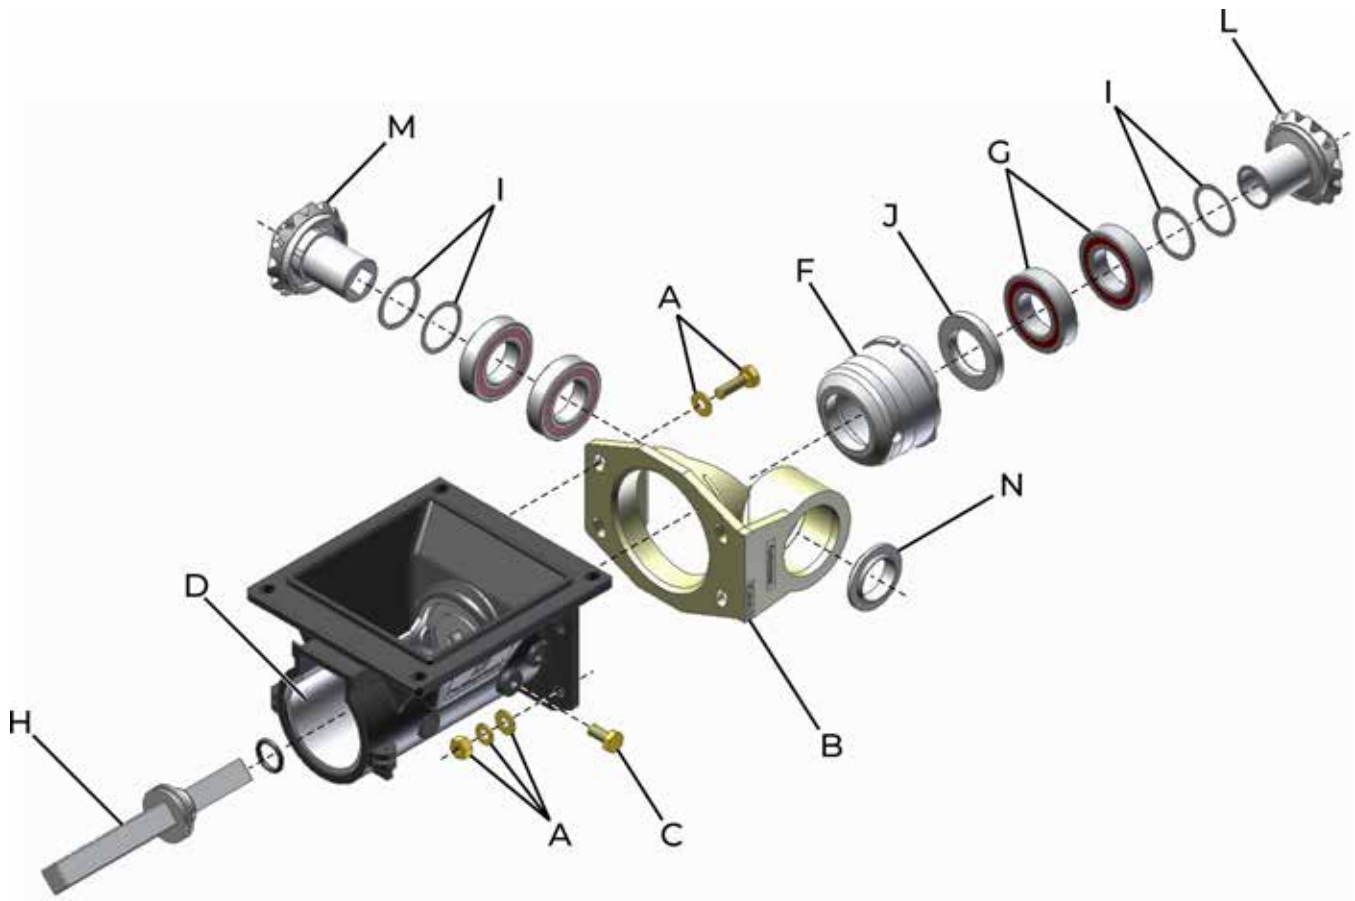

fig. 48
- 2- Retire os quatro parafusos e porcas (A) (fig. 48) de fixação do mancal suporte dos pinhões de transmissão (B).
- 3- Afrouxe e retire os parafusos (C) de fixação do revestimento (D), retirando-o do conjunto.
- 4- Retire a bucha mancalizadora (F) e os rolamentos (G). Retire o eixo acionador (H) e remova a bucha mancalizadora dos rolamentos e o retentor (J) fazendo as limpezas ou substituições necessárias.
- 5- Retire o anel de proteção (N).
Observe atentamente que deverão ser montadas as arruelas de ajuste (I) (fig. 48), as quais proporcionarão um espaço maior ou menor para o ajuste dos pinhões (L e M). Se houver necessidade de substituição dos pinhões, deverá ser feito do conjunto: pinhão acionador-motriz (L) e do pinhão movido (M).